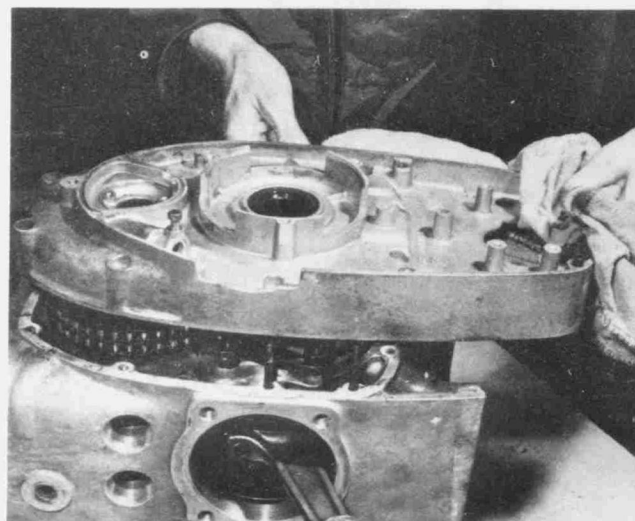

Bild 80
- Vor dem Wiederaufsetzen des Kettenkastendeckels müssen der Diodenträger, der Zündunterbrecher und der Nockenwellen-Radialdichtring abgenommen werden. Den Deckel auf 80° bis 100° C erwärmen und durch leichte Prellschläge in seine Einbaulage auf dem Kurbelgehäuse bringen. Die Welle des Fliehkraft-Zündverstellers mittig in das Gehäuse des Radialdichtrings einsetzen (Bild 80).